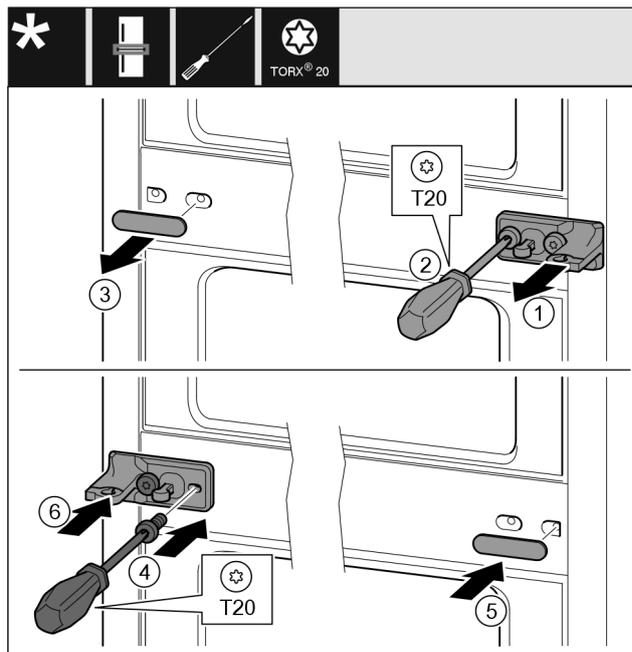

Fig. 12
- ▶ Retire el disco Fig. 12 (1).
- ▶ Desatornille los tornillos Fig. 12 (2) con el destornillador.
- ▶ Quite con cuidado la cubierta Fig. 12 (3).
- ▶ Atornille el soporte del cojinete con película Fig. 12 (4) en el otro lado, girado 180°.
- ▶ Gire la cubierta Fig. 12 (5) 180° y colóquela por el otro lado.
- ▶ Coloque por deslizamiento el disco Fig. 12 (6) por delante.